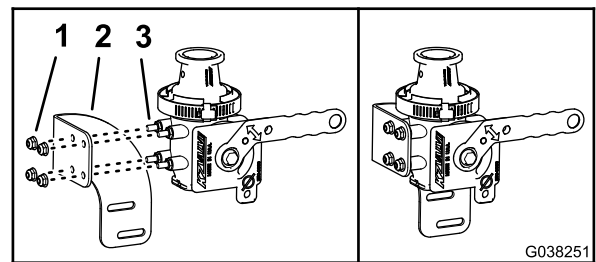

Figura 59
- Alinee la manguera del soporte de cierre del eyector con los espárragos de la válvula de cierre del eyector, según se muestra en Figura 59.
- Conecte el soporte a la válvula (Figura 59) con las 4 contratuercas con arandela prensada (1/4")